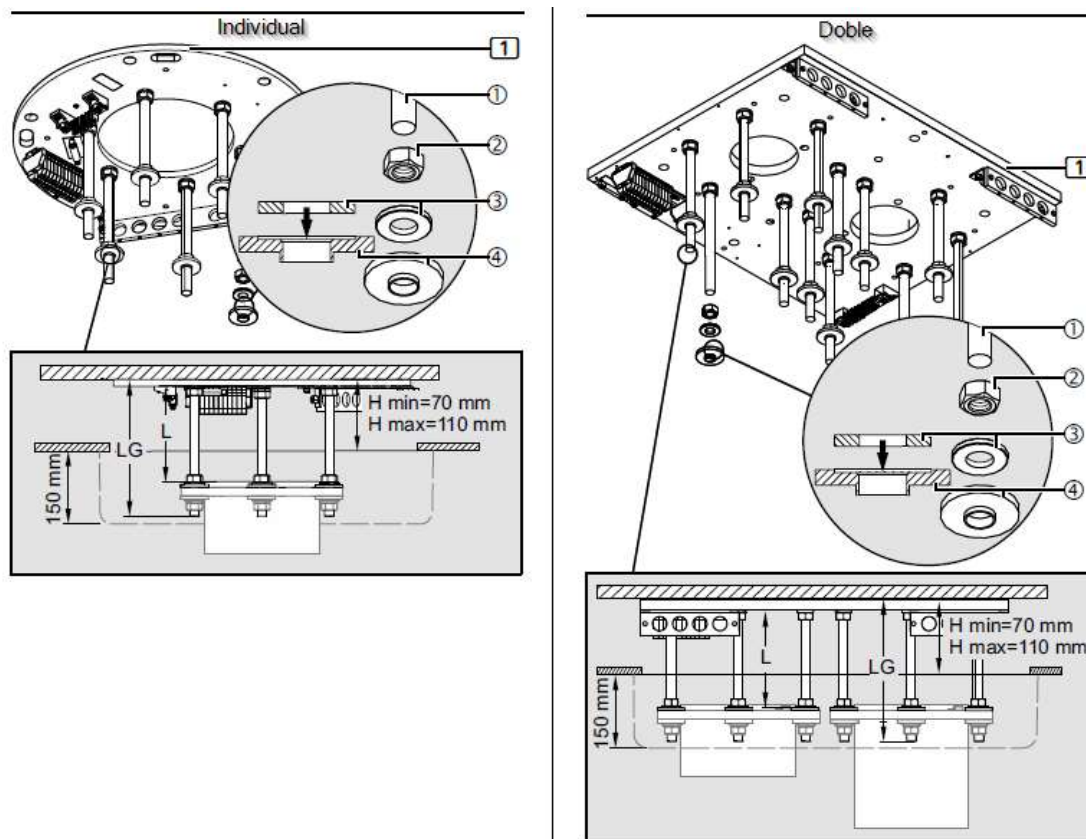

Abb.20 Montage der oberen Isolierungen an den Gewindebolzen mit Zwischendecke
- Stellen Sie den Abstand zwischen den Sechskantmuttern M16 ② und der Schnittstelle von 1 bis $L = LG - 95 \text{ mm}$ (min. 110 mm / 150 mm) ein.
- Schrauben Sie die Sechskantmuttern M16 ② im berechneten Abstand L auf die Gewindebolzen M16 ①.
- Richten Sie die Sechskantmutter M16 (2) mit einer digitalen Wasserwaage horizontal aus.
- Setzen Sie 1 Unterlegscheibe mit einem Außendurchmesser von 34 mm (3) ein.
- Setzen Sie 1 Kunststoff-Isolierscheibe (4) (wie in Abbildung 20 dargestellt) so ein, dass die flache Unterlegscheibe mit einem Außendurchmesser von 34 mm (3) auf der Kunststoff-Isolierscheibe (4) sitzt.
- Befestigen Sie die Kunststoff-Isolierscheibe (4) mit Klebeband oder Gummiband an den Gewindebolzen M16 (1).